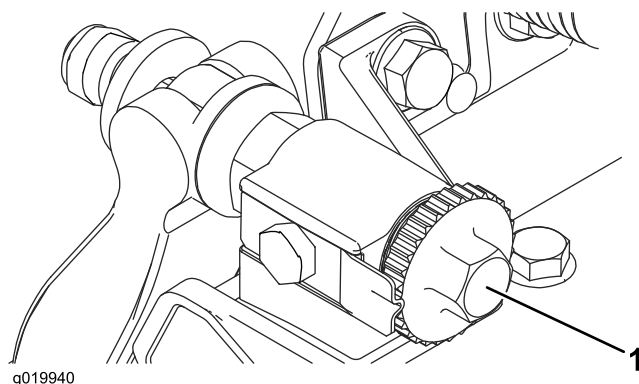

Figura 16
1. Collocate l'apparato di taglio su una superficie piana e orizzontale. Girate in senso antiorario le viti di regolazione della barra di appoggio per accertarvi che la barra di appoggio non tocchi il cilindro (Figura 16).